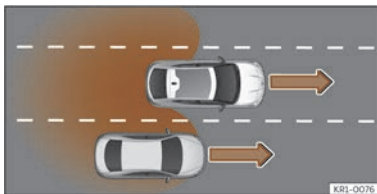

Fig. 153 Dépassement sur la voie centrale puis retour sur la voie de droite.
- Lorsque le véhicule dépasse un autre véhicule >>> **fig. 153** en cas de différence de vitesse d'environ 10 km/h (6 mph). Si le dépassement est considérablement plus rapide, aucune indication ne s'affiche.